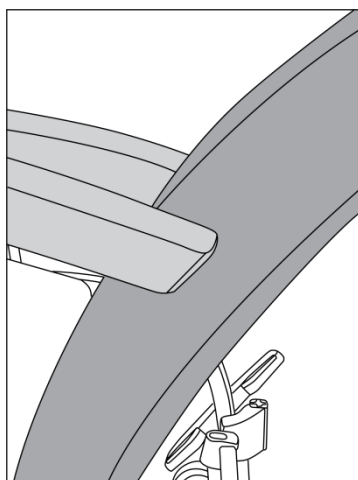

Abbildung 3.8: Angepasster Neigungswinkel der Relaxposition
- **Verkleinern Sie den Neigungswinkel der Relaxposition. Stellen Sie sicher, dass die Mitte der Seite der Rückenlehne nicht weiter kommt als das hintere Ende der Armlehnen (siehe Abbildung 3.8).**